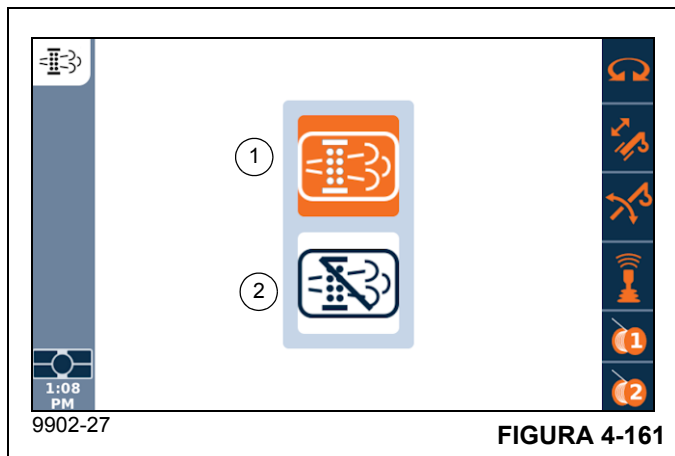

FIGURA 4-161
La pantalla de la función de limpieza del sistema de escape (Figura 4-161) permite al operador iniciar o inhibir el proceso de limpieza del sistema de escape.
6. Use el cuadrante selector o los botones de flecha arriba/abajo en el panel de control de navegación para seleccionar el icono de inicio del proceso de limpieza manual (1, Figura 4-161) (el icono se vuelve naranja).
Si se presiona el pedal del acelerador o del freno de servicio durante la limpieza o se selecciona el icono de inhibición del proceso de limpieza (2, Figura 4-161), se interrumpirá el proceso de limpieza manual.